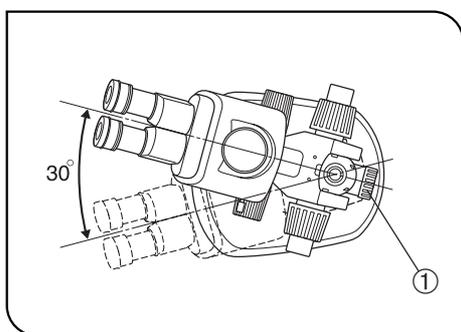

Abb. 1
2. Um ein Kippen des Mikroskopstativs zu vermeiden, muss sein Drehwinkel (links-rechts) auf  $30^\circ$  begrenzt werden, wie in Abbildung 1 gezeigt. Der Neigungswinkel der Arbeitsfläche sollte  $5^\circ$  nicht überschreiten.
4. Zum Anpassen der Höhe des Mikroskopstativs das Stativ mit einer Hand festhalten und die Feststellschraube der Fokussiereinrichtung ① lösen. (Abb. 1)